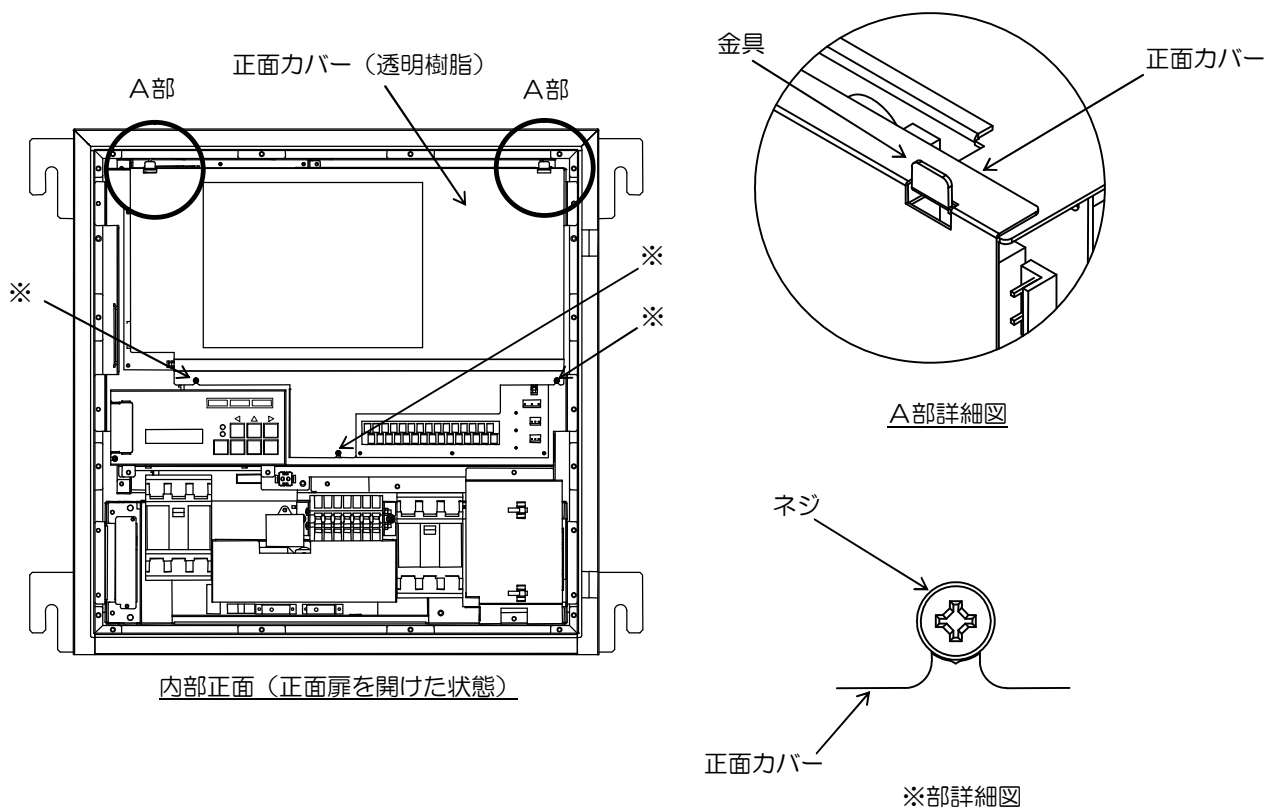

図6. 2 正面カバー（透明樹脂）の取り外し方法
- 終端抵抗の設定は図6. 3に示すジャンパーピンJP 2（プリント基板P 3上）により表6. 5を参照して行ってください。